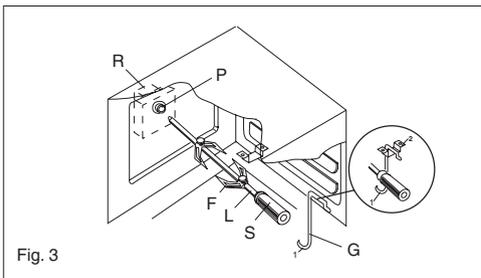

Fig. 3
- Enfiler le poulet ou la pièce à rôtir sur la broche **L** en prenant bien soin de l'immobiliser entre les deux fourches **F** et de bien l'équilibrer afin d'éviter des efforts inutiles au moto-réducteur **R**. (fig. 3).
- Mettre la broche sur le support **G**, après avoir introduit son extrémité opposée dans le trou **P** du moteur **R** (fig. 3).
- Pour enlever la broche opérer de la façon contraire utilisant la manette **S** et un gant de protection en laine isolante (fig.3).